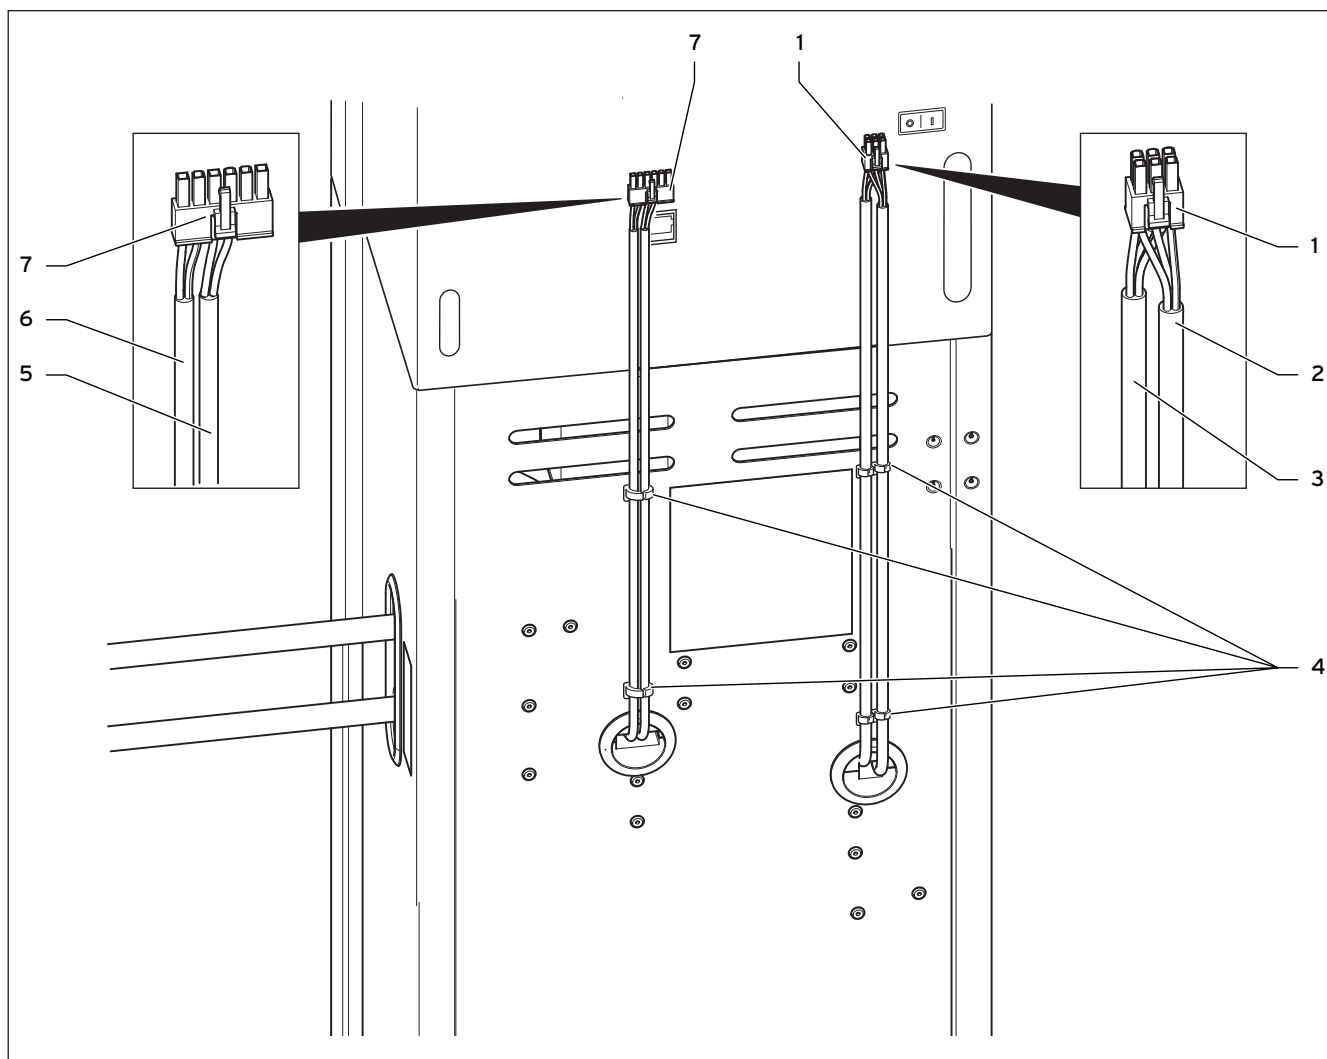

Abb. 4.3 Kabelführung zum Systemregler
- Verlegen Sie die Kabel auf der Rückseite des Wärmeauskopplungsmoduls zum Systemregler (→ Abb. 4.3).
- Befestigen Sie die Kabel mit den mitgelieferten Befestigungsklipsen (→ Abb. 4.3, Pos. 4).